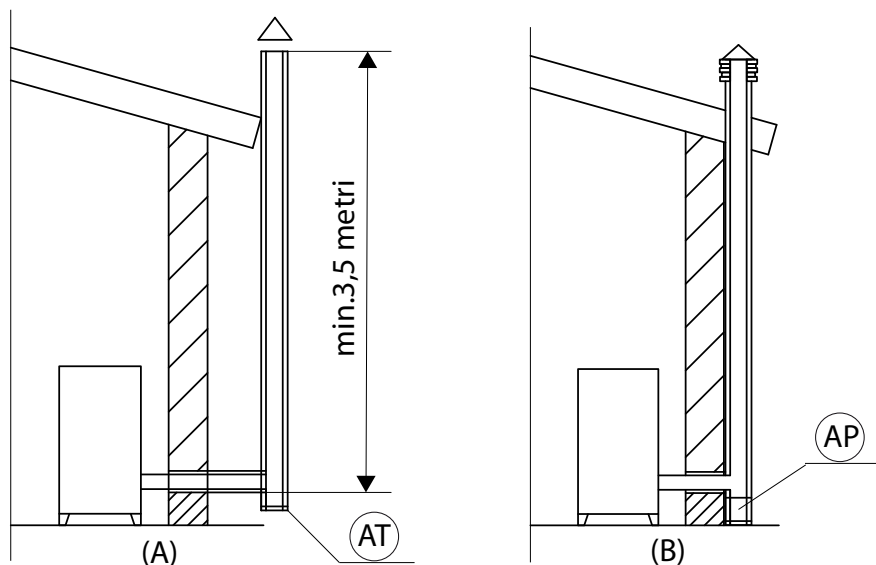

FIGURE 1 - CONDUIT DE FUMÉE
Un simple puits de lumière en ciment doit être entubé de manière appropriée. Dans les deux solutions, prévoir un bouchon d'inspection (AT) et/ou un volet d'inspection (AP) ainsi qu'un dispositif de collecte approprié pour la condensation éventuelle - FIG. 1.